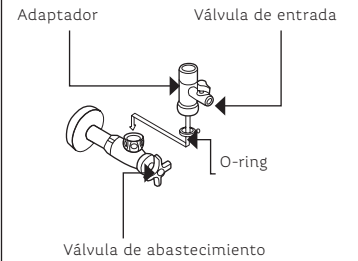

Figura 5.
2. Ensambla la Válvula de entrada al Adaptador. Posteriormente, enróscalos a la válvula de abastecimiento de agua (ver Figura 5).
Asegúrate de colocar el O-ring como se muestra en la Figura 5 para evitar fugas. Igualmente, puedes colocar suficiente cinta teflón en donde se requiera.